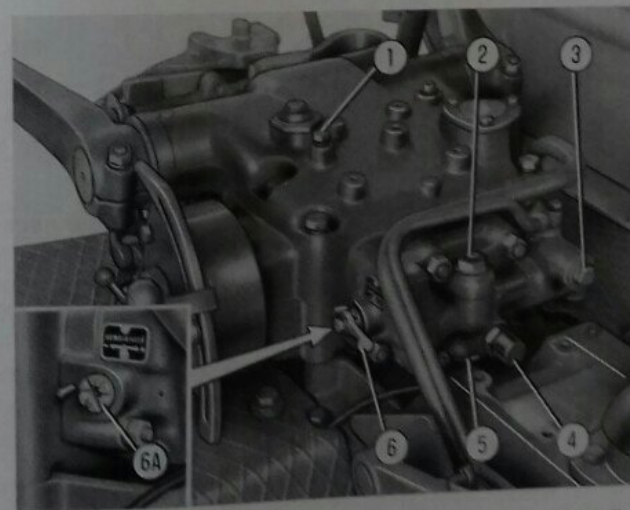

Fig. 48. - Valvole ed organi di regolazione del sollevatore idraulico.
— Controllare che la distanza tra **A₁** e **A₂** sia di $7 \div 10$ mm. Se è superiore a 10 mm avvitare il tappo di registro del rubinetto distributore (**6A**, fig. 48), fino ad ottenere la quota richiesta. Se la distanza **A₁-A₂** è inferiore a 7 mm, il tappo di registro dovrà invece essere svitato.
Affinchè il sollevatore intervenga efficacemente, occorre ottenere la massima sensibilità di reazione da parte del rubinetto distributore. Tale sensibilità è in relazione alla posizione che assume detto rubinetto agendo sul tappo di registro 6 A (fig. 48) tramite la levetta 6.
- Smontare la levetta 6 (fig. 48), togliendo la relativa vite di fissaggio.
- Svitare di alcuni giri la vite 3 (fig. 47 B) di regolazione alzata massima, fino a provocare l'intervento della valvola limitatrice di pressione (3, fig. 48).